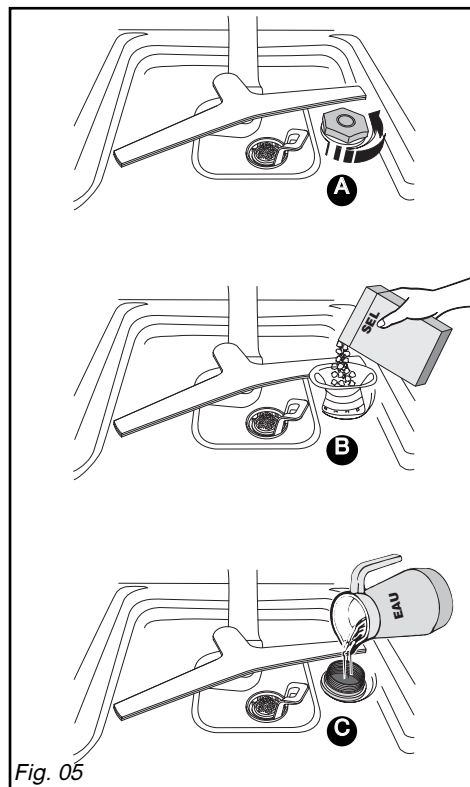

Fig. 05
• **Påfyldning af salt (Fig. 05)**